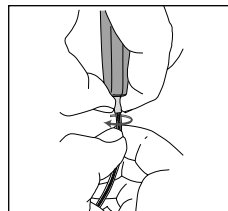

Fig. 7
6. Draai de teflon buitenkabel los van de wartel aan de onderzijde van de satelliet. Neem hiervoor de wartel in de ene hand tussen duim en wijsvinger en de teflon buitenkabel in de andere hand tussen duim en wijsvinger en draai de buitenkabel (linksom) van de wartel los (zie fig. 7). Trek nu ook de binnenkabel door de wartel mee naar buiten.